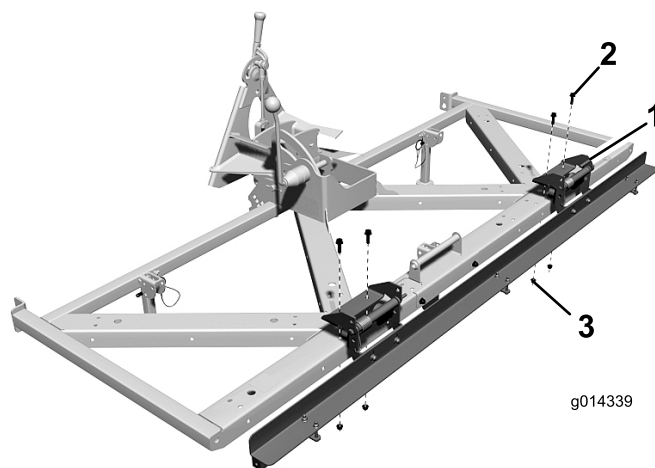

Figure 9
- Fixez chaque support de l'aimant sur le haut du Turf Groomer avec (2) boulons à embase 5/16 x 1" et écrous à embase (Figure 9).